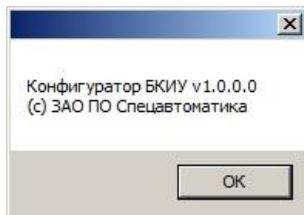

Рисунок 8.6 – Окно «О программе Конфигуратор БКиУ»
8.6 В меню «**Справка**», при нажатии на «**О программе Конфигуратор BKиУ**», откроется окно с информацией (рисунок 8.6).